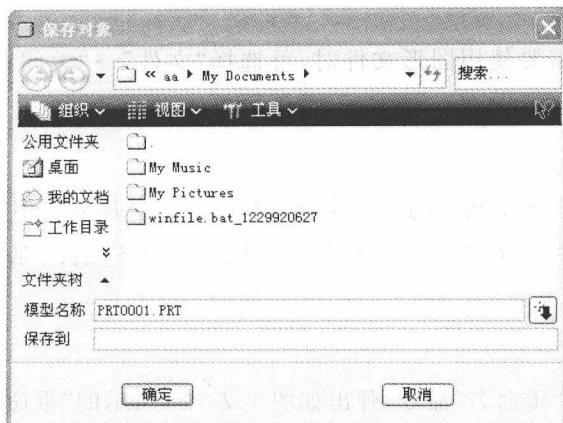

图 1.2-8 “保存对象”对话框
- ① 选择“文件”→“保存”命令或单击 \square 按钮，弹出如图 1.2-8 所示的“保存对象”对话框，在查找范围下拉列表框中选择要保存的路径，然后在“模型名”文本框中输入要保存文件的名字或单击选中已有的文件，最后单击“确定”按钮即可。